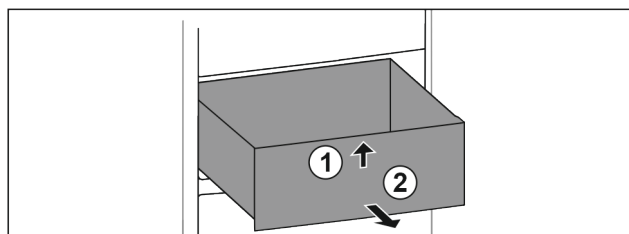

Fig. 91
- ▶ Emelje meg a fiók elejét. Fig. 91 (1)
- ▶ Vegye ki a fiókot előre felé. Fig. 91 (2)